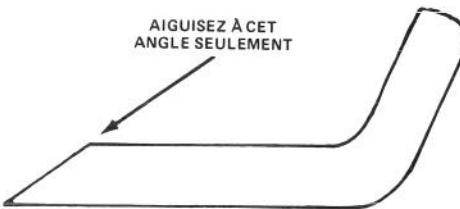

Figure 25
6. AIGUISAGE DE LA LAME—Au moyen d'une lime, affuter la partie supérieure de la lame (le côté dirigé vers le haut du carter de la tondeuse) en conservant l'angle de coupe original (fig. 25). Si la même quantité de métal est retirée sur chaque tranchant, la lame reste équilibrée.